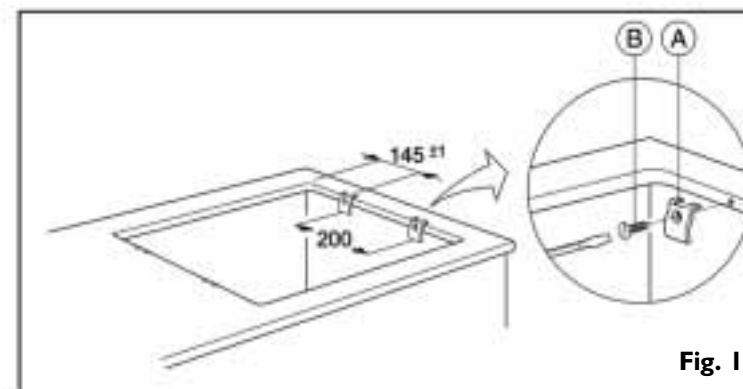

Fig. 1
1. Fixez les pinces (A) (fig. 1) à l'aide des vis prévues à cet effet (B) (fig. 1) et fournies avec l'appareil, comme le montre la figure, en respectant les distances indiquées.